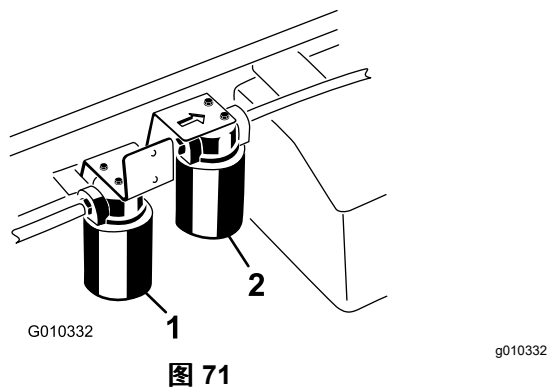

图 71
- 在过滤器下面放置一个放油盘并拆下过滤器 图 71。
4. 清洁高流量过滤器安装区周围的区域图 71。